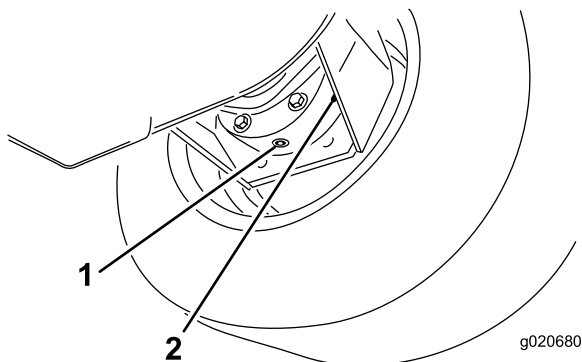

Figura 60
3. Coloque o recipiente de escoamento por baixo da estrutura do travão, retire o tampão e deixe o óleo escorrer para o recipiente (Figura 60).